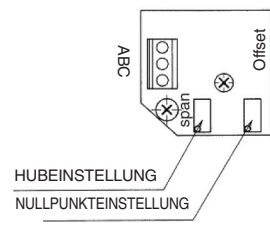

Abb.7 Leiterplatte
- Für eine umgekehrte Funktionsweise des Stellungsreglers (gegen den Uhrzeigersinn), geben Sie bei der Bestellung die Zubehör-Klasse 'JR' an. Alternativ können Sie zum Ändern der Betriebsart des Produkts die Kurvenscheibe an der gegenüberliegenden Seite anbringen und die Anschlussklemmen 'A' und 'C' umtauschen (siehe Abb.7), um die Richtung des Ausgangssignals umzukehren.